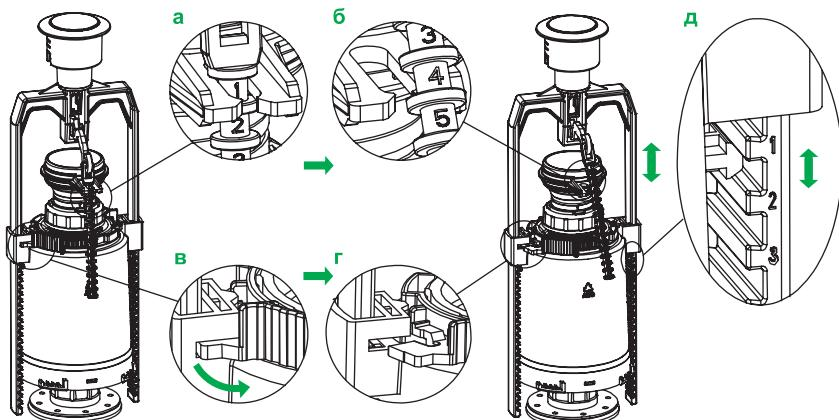

Рис. 8 / 8-сур.
- Отсоедините стержень (тягу коромысла) от трубы перелива (рис. 8а, б).
- Поверните фиксатор коромысла против часовой стрелки на 15° (рис. 8в, г) и установите необходимую высоту коромысла (рис. 8д), чтобы при установленной крышкике бачка кнопка спуска могла сделать 2–5 оборотов по часовой стрелке.